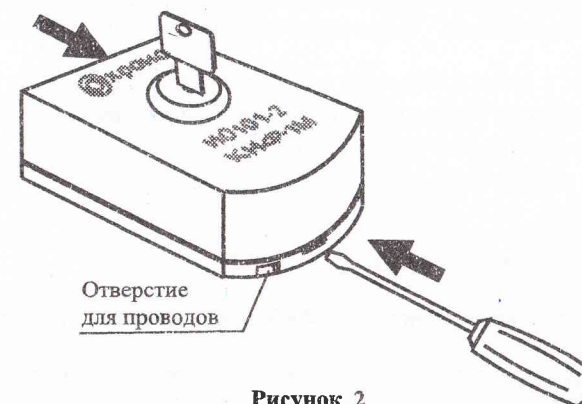

Рисунок 2
- вставить ключ в замок и повернуть его против часовой стрелки до упора. Ключ должен находиться в положении, приведенном на Рис. 2;
- вставить лезвие отвертки в паз на овальной стенке основания (Рис. 2);
- удерживая основание, нажать на крышку до щелчка (Рис. 2);
6.2.2 Сформировать с помощью бокорезов отверстие для проводов (Рис.2).